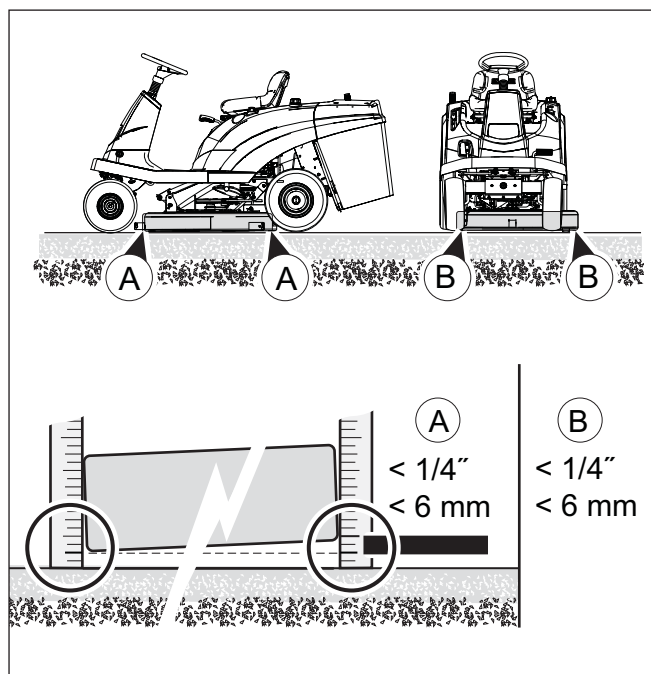

Figura 28
10. Mida la distancia desde la superficie hasta la parte inferior de la plataforma del cortacésped en la parte delantera y posterior. Las mediciones deben estar dentro de 6,4 mm (1/4 de pulg.) (consulte **A** en la **Figura 28**). De lo contrario, repita los pasos 4 al 10.
- a. Las mediciones deben estar dentro de 6,4 mm (1/4 de pulg.) (consulte **B** en la **Figura 28**).